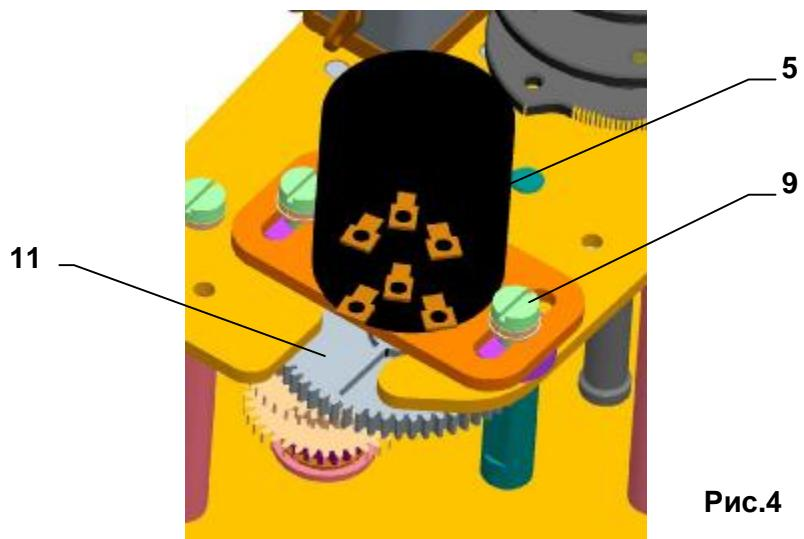

Рис.4
- в исполнении с датчиком сопротивления, вынесите датчик из зацепления , (Рис.4).
- ослабите гайку(22) при одновременном прижимании центральной накатной гайки(23) и потом гайку(23) крепляющую кулачки расслабите настолько, чтобы тарелчатые пружины на кулачках еще создавали аксиальное пружинное усилие.
- прибор перестановте в положение «открыто» и кулачком(29) поворачивайте в направлении часовой стрелки, вплоть до переключения выключателя S3 (25).
- прибор перестановте о ход, при котором он будет сигнализировать положение «открыто» и кулачки(31) поворачивайте в направлении часовой стрелки, вплоть до переключения выключателя S5 (27).
- прибор перестановте в положение «закрыто» и кулачком(28) поворачивайте против направления часовой стрелки (при виде сверху) , вплоть до переключения выключателя S4 (24).
- прибор перестановте обратно о ход, в котором он сигнализирует положение «закрыто» и кулачком(30) поворачивайте против направления часовой стрелки, вплоть до переключения выключателя S6 (26).
- после настройки прибора, рукой закрепите кулачки центральной акатной гайки(23) при одновременном прижимании, потом гайку подтяните контргайкой(22).
- поверните диск показателя положения(31) для данного числа оборотов по отношению к отметке на смотровом отверстии верхнего кожуха.
4.3 Установка датчика сопротивления (рис.4)